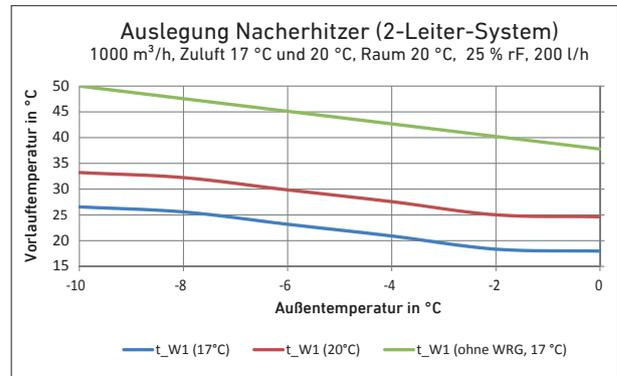

Abbildung 25b: Auslegung Nacherhitzer
1. Wird ein Laborabzug zusammen mit einem FVS-1000-Gerät bei niedrigen Außentemperaturen betrieben, muss im Extremfall bei abgeschalteter FVS-1000-Abluft (Abluft über Abluftleitung des Abzugs!) der gesamte Zuluftstrom auf Zuluft-Solltemperatur erwärmt werden. Nur so kann vermieden werden, dass der Raum auskühlt (Abb. 25b).